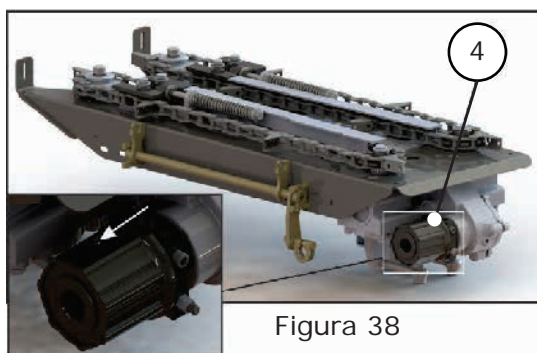

Figura 38
- Embreagem Linha - Indicação (4), figura 38;